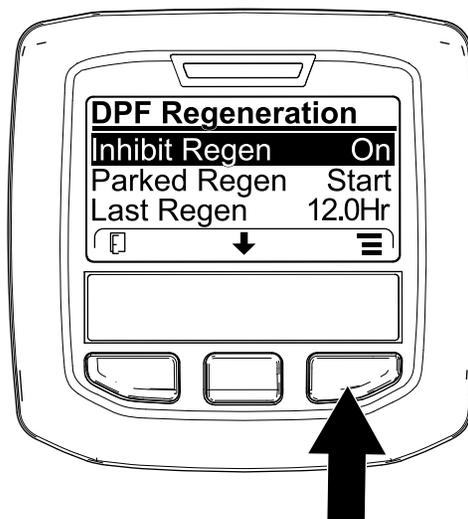
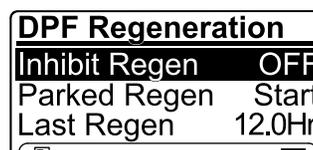

Рисунок 66
Рисунок 67
1. Перейдите в меню DPF Regeneration (Регенерация DPF), нажмите среднюю кнопку, чтобы перейти вниз к опции Inhibit Regen (ЗАПРЕТ РЕГЕНЕРАЦИИ), и нажмите правую кнопку, чтобы выбрать опцию Inhibit Regen (Запрет регенерации) (Рисунок 66).
2. Нажмите правую кнопку, чтобы изменить настройку запрета регенерации с On (Вкл.) на Off (Выкл.) (Рисунок 66) или с Off (Выкл.) на On (Вкл.) (Рисунок 67).